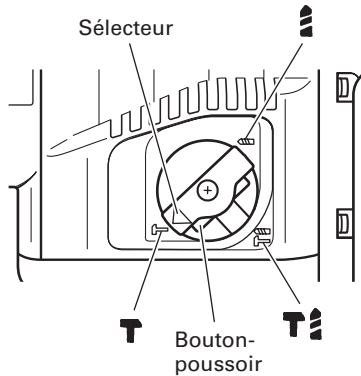

Fig. 10
Le foret de ce marteau rotatif peut être mis en mode de percussion uniquement en appuyant sur le bouton presseur et en tournant le sélecteur sur le repère **T**. (Fig. 10)
- (3) Tourner le sélecteur sur le repère **T** (Fig. 10).